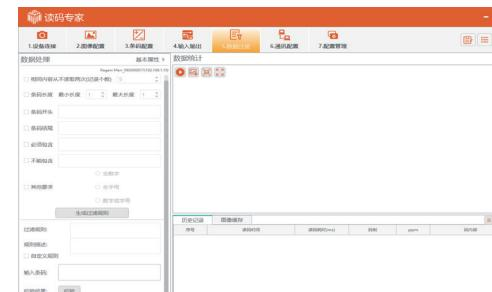

图 4-5
2、在顶部菜单栏中的数据过滤中修改数据过滤规则，如图 4-5 所示。